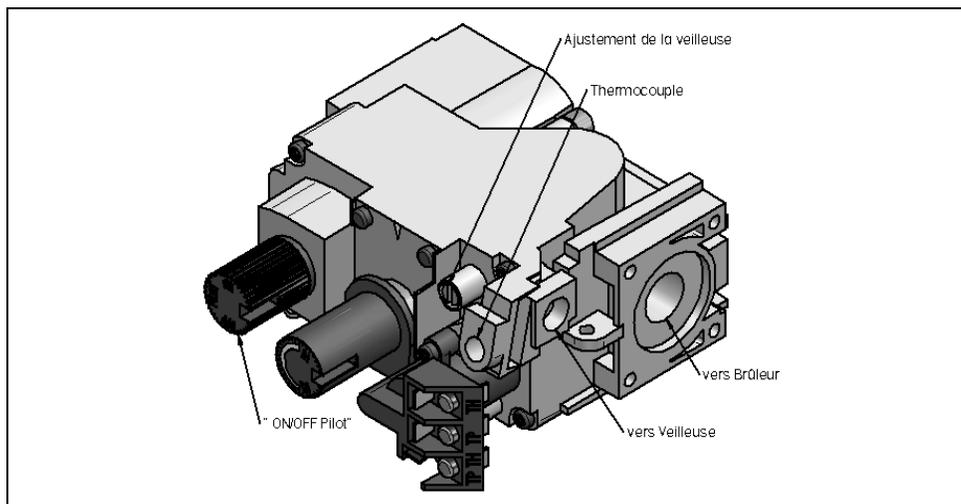

Figure 3
5. Enfoncez légèrement le bouton de contrôle du gaz et tournez-le, dans le sens des aiguilles d'une montre, jusqu'à la position "OFF" (Arrêt) tel qu'illustré à la figure 3 ci-après.
- La valve de contrôle est munie de dérivations permettant de mesurer la pression d'échappement et celle d'arrivée au gaz. (Figure 3).